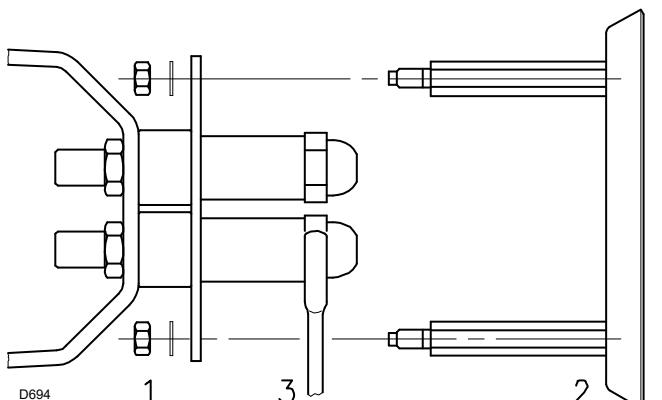

Fig. 12
- Retirer les écrous 1)(Fig. 12) et le disque 2).
- Remplacer le gicleur avec la clé 3) (Fig. 12).